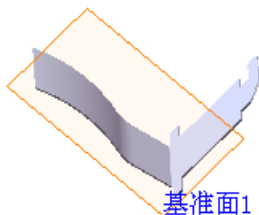

图 1.8 斜接法兰 1
Step4. 创建图 1.8 所示的钣金特征——斜接法兰 1。
(1) 选择命令。选择下拉菜单 **插入(I)** → **钣金(B)** → **斜接法兰(M)...** 命令